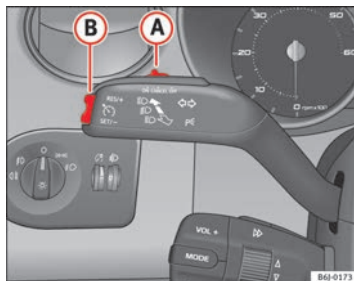

Fig. 122 Leva degli indicatori di direzione e degli abbaglianti: interruttore e tasto di comando del regolatore di velocità
- Premere la parte superiore del tasto **RES** ⇒ fig. 122 **(A)** per aumentare la velocità. La velocità sale finché si tiene premuto il tasto. Il sistema memorizza come parametro di riferimento la velocità raggiunta nel momento in cui si lascia andare il tasto.
Se si riduce la velocità schiacciando il pedale del freno, il regolatore si disattiva. Per riattivare il regolatore di velocità si deve premere una volta sulla parte superiore del tasto **RES+** ⇒ fig. 122 **(B)**.